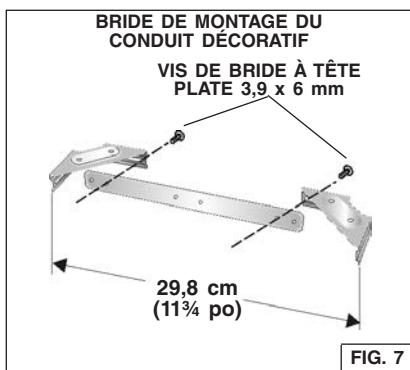

FIG. 7
1. Assemblez la bride de montage du conduit décoratif en réglant sa largeur, tel qu'illustré. Fig. 7.